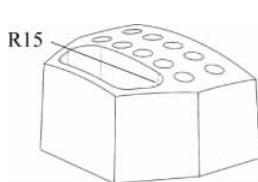

图 3-22 边倒圆特征(一)
(37) 单击快捷菜单的“倒圆角”按钮 ，创建倒圆角特征 R15，如图 3-22 所示。